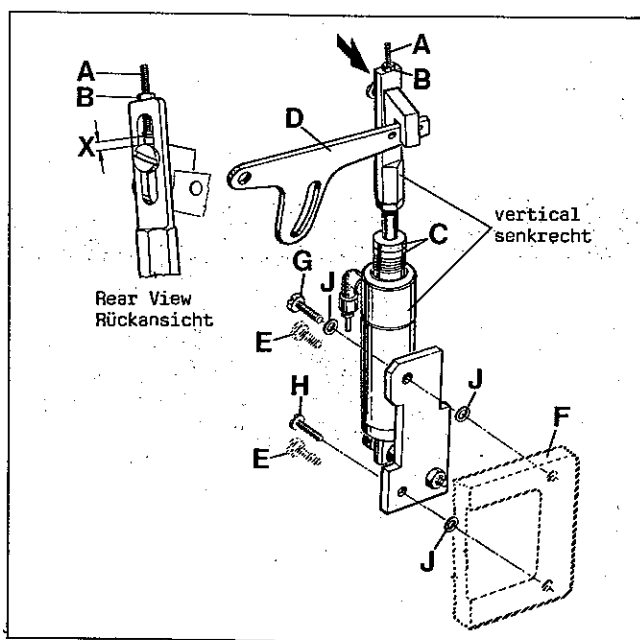

Fig.35
Assemble the pneumatic presser foot lifter, supplied with the sewing table, to the sewing machine (see Fig. 35). For this remove two hex. head screws (E) from the support bracket (F) for the thread trimmer drive. Mount the presser foot lifter with the two screws (G and H, Fig. 35) and three washers (J) so that the air cylinder with strap is vertical (standard setting). Complete the tube connections.
With adjusting screw (A, Fig. 35) the presser foot lifting can be changed. Loosen lock nut (B) and turn adjusting screw (A) down to increase the presser foot lifting or up to decrease it. Retighten lock nut (B). Removal of one or both stop rings (C) is required when presser foot lifting exceeds 2 mm (5/64 in.).
The end play (X, Fig. 35) of presser foot lifter lever (D) should be at least 1 mm (3/64 in.) before the presser foot starts lifting:
Bauen Sie den mit dem Nähstisch gelieferten pneumatischen Drückerfußlifter an die Nähmaschine (siehe Fig. 35). Dazu müssen zwei Sechskantschrauben (E) aus dem Lagerbock (F) für den Fadenabschneider-Antrieb entfernt werden.
Montieren Sie den Drückerfußlifter mit den zwei Schrauben (G und H, Fig. 35) und den drei Scheiben (J) so, daß der Luftzylinder mit Lasche senkrecht steht (Standardeinstellung). Stellen Sie die Schlauchverbindungen her.
Mit der Einstellschraube (A, Fig. 35) kann das Anheben des Drückerfußes verändert werden. Lösen Sie die Feststellmutter (B) und drehen Sie die Einstellschraube (A) nach unten um das Anheben des Drückerfußes zu vergrößern oder nach oben, um es zu verkleinern. Ziehen Sie die Feststellmutter (B) wieder an. Der Ausbau eines oder beider Anschlagringe (C) ist erforderlich, wenn der Drückerfuß mehr als 2 mm angehoben wird. Das Spiel (X, Fig. 35) des Drückerfußlifterhebels (D) muß mindestens 1 mm betragen bevor der Drückerfuß anzuheben beginnt.